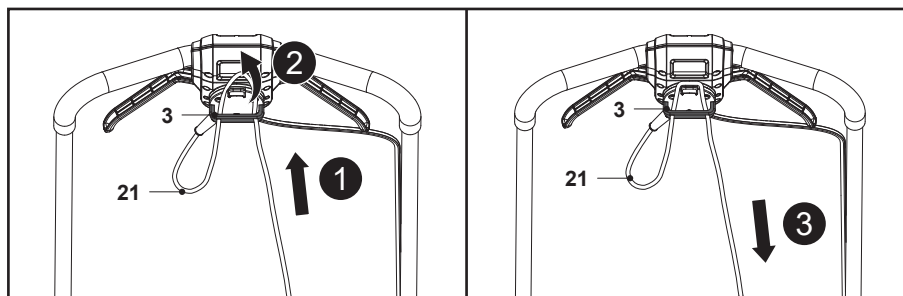

Fig. 8
1. Îndoia înapoi cablul de alimentare (21) la aproximativ 30 cm de apărătoarea alimentării, introdu bucla prin gaura suportului de cablu (3) și prinde bucla peste cârlig (fig. 8, pașii 1 și 2).
2. Trage cablul de alimentare (21) peste suportul de cablu (3) și trage ușor de el pentru a te asigura că este bine fixat (fig. 8, pasul 3).